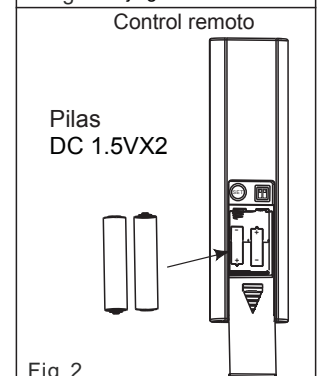

Fig 2
1. Use 2 1.5V/AAA pilas para cambiar las pilas. (Fig. 2)